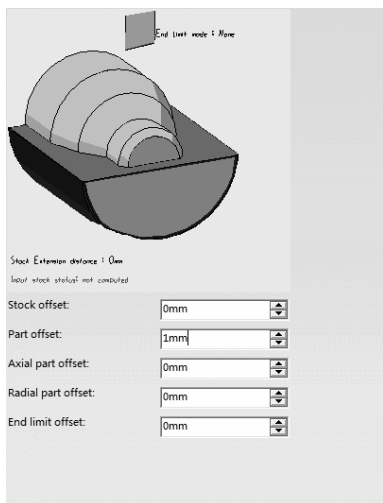

图 6-15 定义零件余量（1）
- 定义零件余量（1）。在“Part Offset”文本框中输入“1mm”，设置余量大小为“1mm”，如图 6-15 所示。